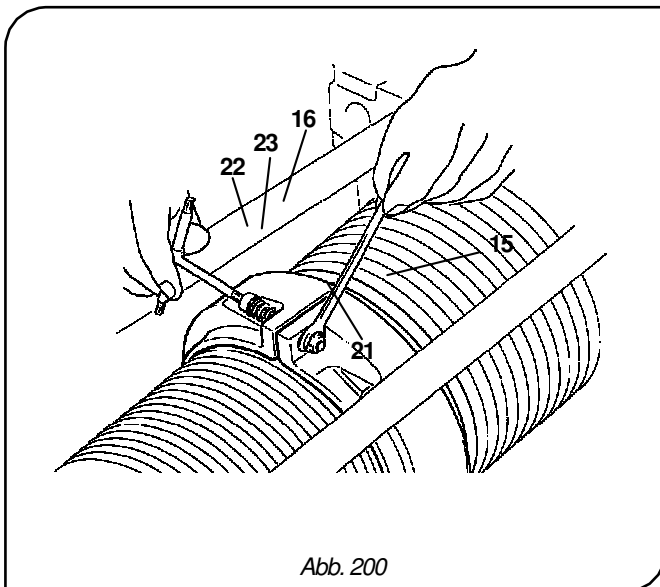

Abb. 200
7. Schieben Sie die beiden Halbringe **-15-** und **-16-** an die Trommel, setzen Sie die Schrauben **-22-** und die Federn **-23-** ein und ziehen Sie die selbstsichernden Muttern **-21-** fest, bis die Federn **-23-** vorgespannt sind. Achten Sie darauf, die Federn nicht vollständig anzuziehen und das gesamte System Halbring/Seilführung elastisch zu halten (Abb. 200).
8. Schieben Sie den Halbring **-15-** (Gegenseite zum Seilaustritt) an die Trommel und fügen Sie ihn an den Halbring **-16-** (Seilaugangsseite), setzen Sie die Schrauben **-22-** und die Federn **-23-** ein und ziehen Sie die selbstsichernden Muttern **-21-** fest, bis die Federn **-23-** vorgespannt sind. Achten Sie darauf, die Federn nicht vollständig anzuziehen und das gesamte System Halbring/Seilführung elastisch zu halten (Abb. 200).